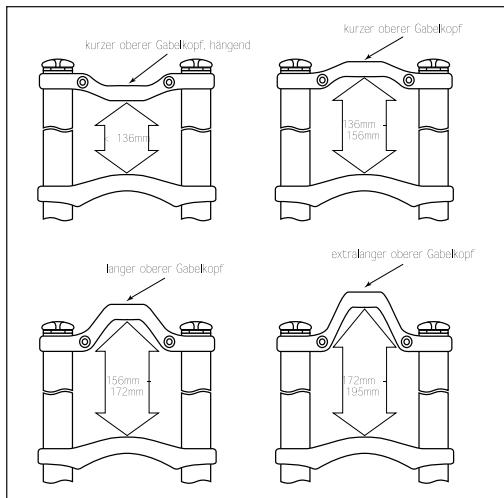

Fig. 2
2. Bevor Sie die Judy XLC am Fahrrad montieren, überzeugen Sie sich, daß die Gabel mit dem richtigen oberen Gabelkopf geliefert worden ist. Auf Abb. 2 sehen Sie die verschiedenen oberen Gabelköpfe, die es für die Judy XLC gibt. Dort sehen Sie auch, wie Sie die Verwindungssteife der Gabel optimieren können, indem Sie den oberen Gabelkopf richtig auswählen und richtig ausrichten.